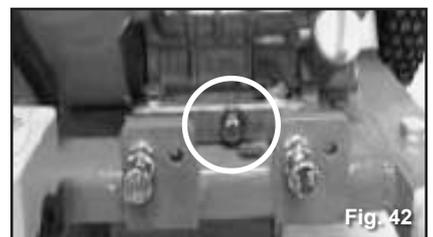
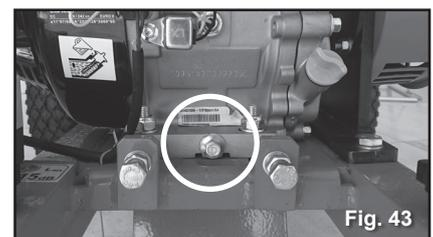

Fig. 42
Fig. 43
- En caso de máquinas con motor de combustión, después de las primeras cinco horas de uso, cambie el aceite del motor. Posteriormente, reemplace el aceite dos veces al año. Procure no derramar nada de aceite en otras partes de la máquina. Se recomienda usar una manguera con una boquilla que entre en el tapón (M12x1,5). (Fig. 42 para motores Mitsubishi, Fig. 43 para motores GTE)